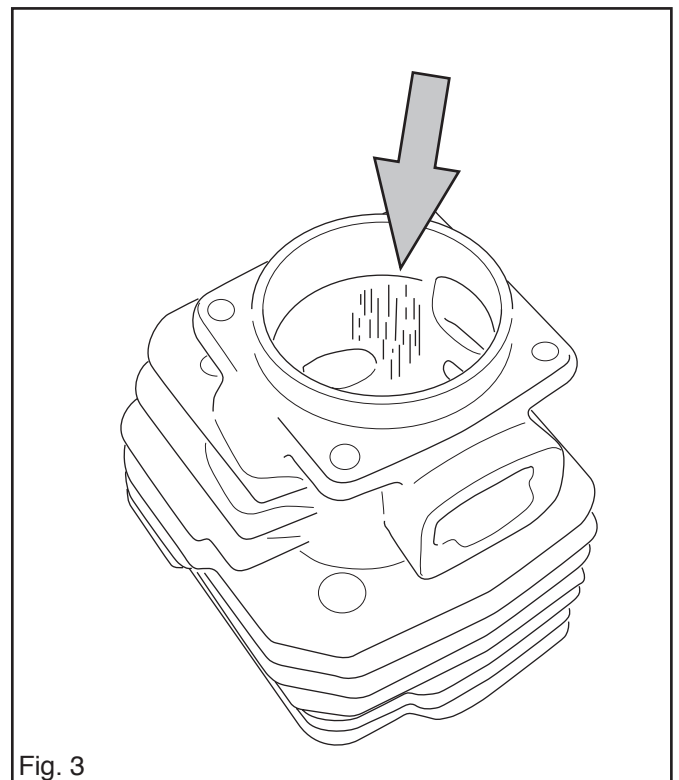

Fig. 3
1. Le revêtement de surface du cylindre ne doit pas être abîmé. Particulièrement au niveau de la partie supérieure du cylindre. Voir fig. 3.